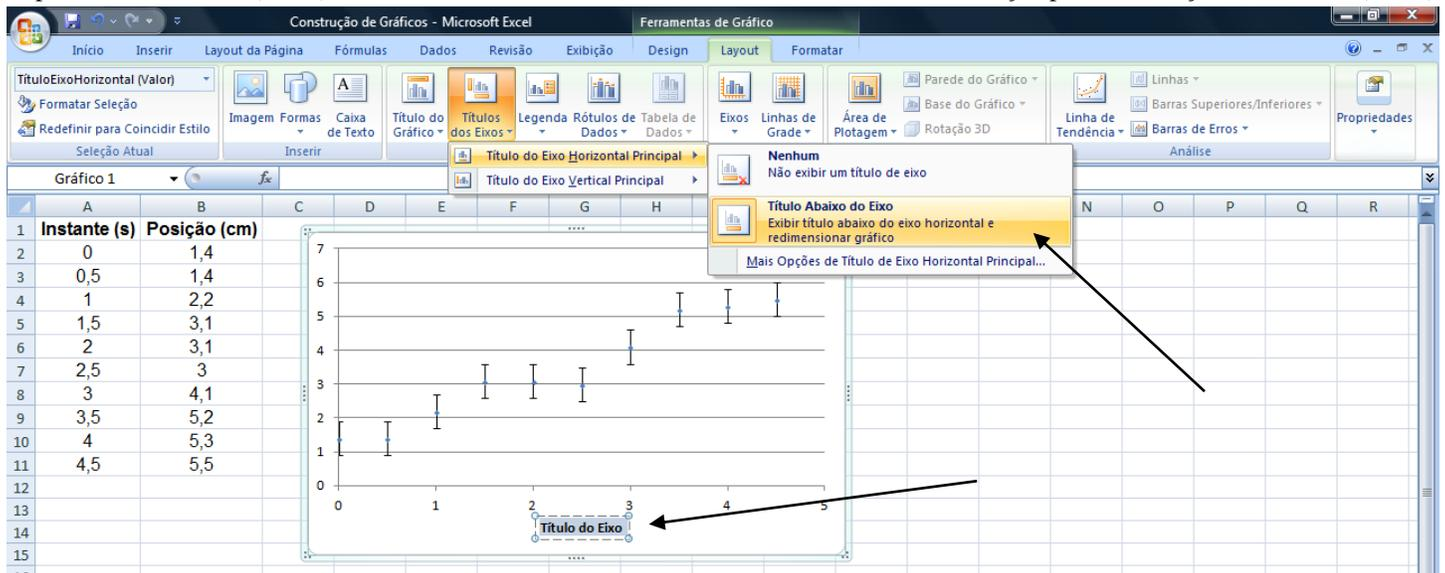

Figura 14. Inclusão do título do eixo horizontal dos tempos.
- 1) Para inserir o título do eixo dos tempos, selecione *Títulos dos Eixos*, em seguida *Título do Eixo Horizontal Principal*, escolhendo *Título Abaixo do Eixo*. Será exibida uma caixa de texto abaixo do eixo, onde é possível alterar seu conteúdo, como mostra a Figura 14.